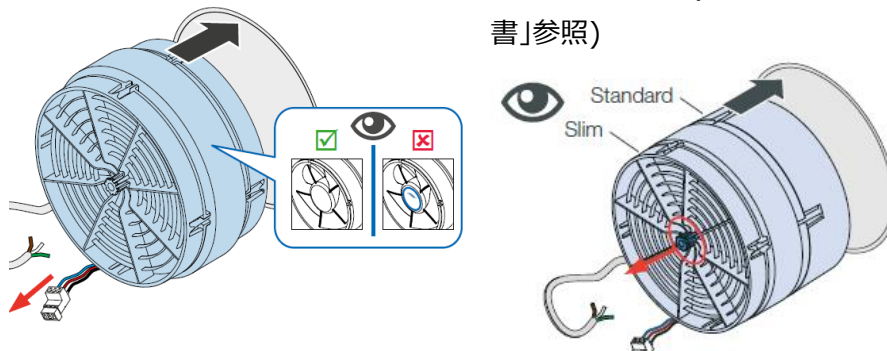

図 4-6
- a. スリーブには配線用の欠き込みがありますので、欠き込み部分を通して配線します。(図 4-6 参照)